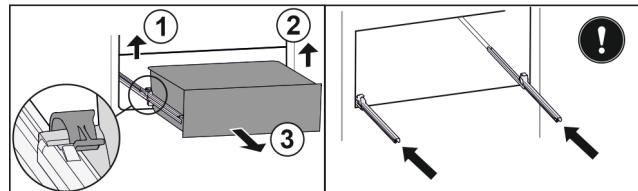

Fig. 84
- Zvedněte levou svorku a současně vytáhněte zásuvku vlevo dopředu. Fig. 84 (1)
- Zvedněte pravou svorku a současně vytáhněte zásuvku vpravo dopředu. Fig. 84 (2)
- Vyjměte zásuvku dopředu. Fig. 84 (3)